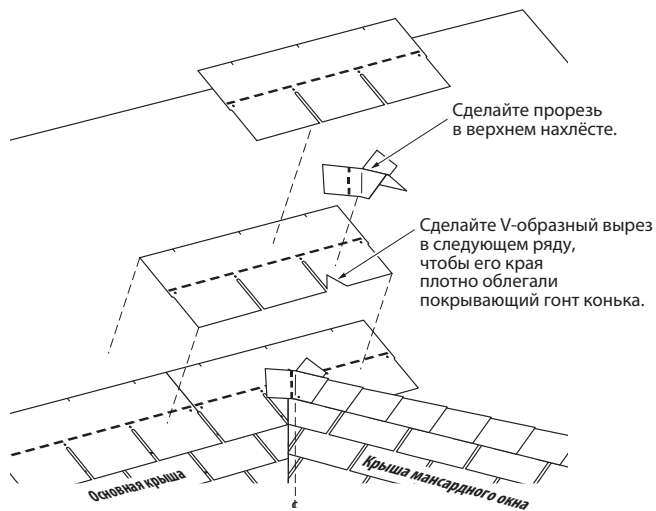

Рис. 9-10. Изображение всей конструкции в «разобранном» виде, иллюстрирующее место сопряжения конька мансардного окна и основной крыши.
9. Прорезь в коньковом шаблоне должна быть полностью закрыта гонтом, расположенным над ней в следующем ряду. Если вырезы или стыковые соединения находятся ближе чем на 10 см к прорези, то перед укладкой целого гонта на разрез следует уложить кусок гонта размером не менее 20 см в ширину и 30 см в высоту (Рис. 9-10).